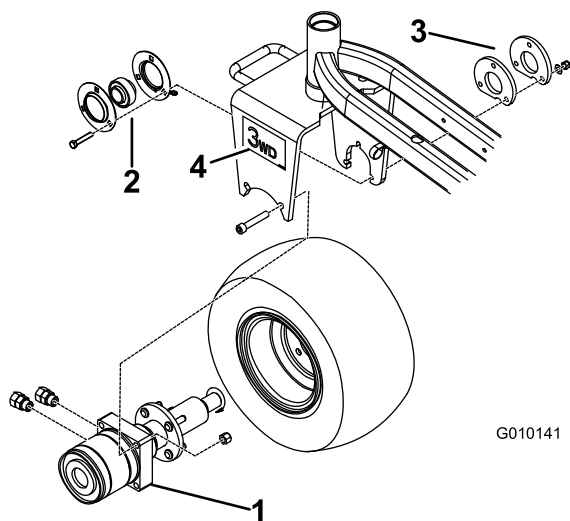

図 2
1. 新しいモータ&ハブ・アセンブリについてのグリス・フィッティングを外す (図 2)。
4. モータのシャフトの端部に、フランジジェットとベアリングを 図 2 のように取り付ける。
5. モーター・アセンブリの側面にストレート・フィッティングを 2 個取り付ける (図 2)。
6. モーター・ハブ、フランジェット (とベアリング)、アダプタ・プレート、タイヤ・アセンブリを、キャスト・フォークに取り付ける。このとき、モーター面についているポートが後ろ向きになるように取り付けること (図 2)。
7. モーターを、キャスト・フォークの内側に仮止めする；ソケット・ヘッドねじ (2本) とナット (2個) を使用する (図 2)。
**注** グリス・フィッティングは、フランジェットに下向きについている必要があります (図 2)。
15. キャスタ・フォークの両側にステッカーを貼り付ける (図 2)。